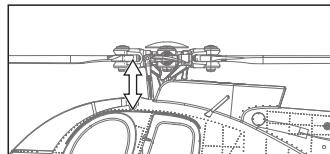

図2. 機体を左側面から見た図
- エレベータスティック(モード1:左スティック、モード2:右スティック)を上下に動かすとエレベータサーボのリンクージロッドが上下します(図2)。動作に引っ掛かりや異音がないか確認します。